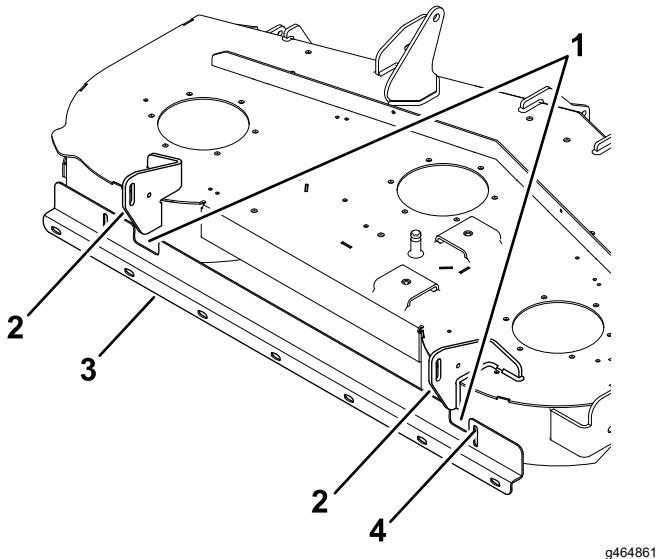

Figura 2
3. Usando el soporte como plantilla, marque y perfore un taladro en la curva del deflector derecho usando una broca de 9/32", tal y como se muestra en la Figura 2.